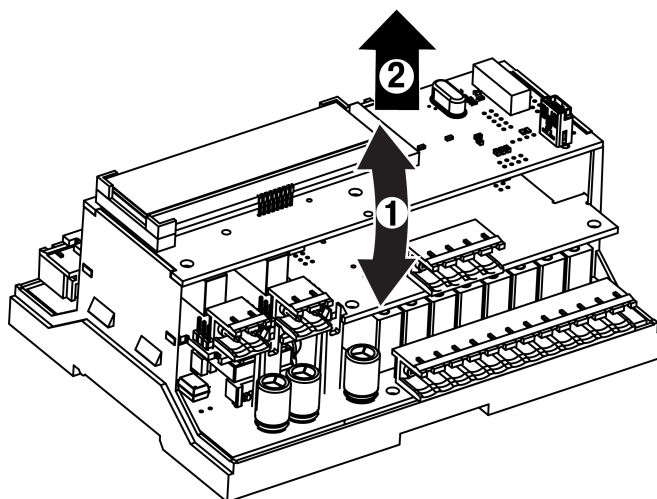

Рисунок 8.11 – Схема разборки ПР200. Демонтаж верхней платы
2. Удерживая у торцов и аккуратно раскачивая, отделить верхнюю плату от штыревых разъемов средней платы (см. рисунок 8.11).